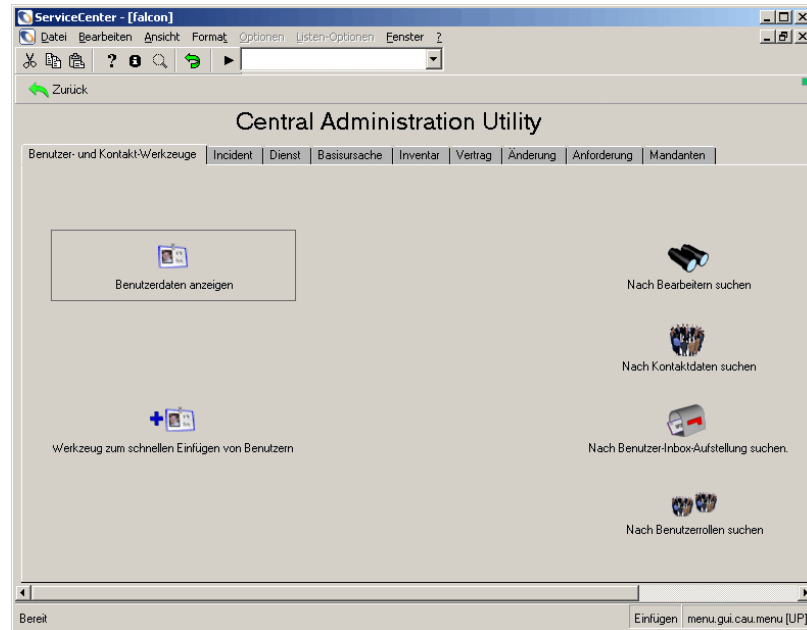

Abbildung 2-4: Menü „Central Administration Utility“
- 4 Klicken Sie auf **Benutzerverwaltung**. Abbildung 2-4 zeigt das Menü **Central Administration Utility**.